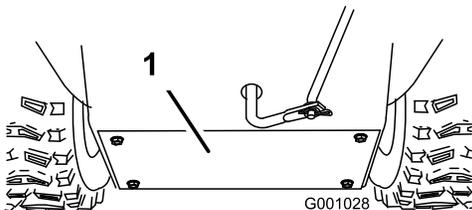

Bild 51
3. Entfernen Sie die hintere Abdeckung (Bild 51).